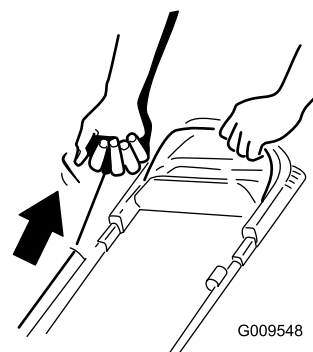

**Figura 19**
1. Mantenha barra de controlo da lâmina encostada ao manípulo (Figura 19).